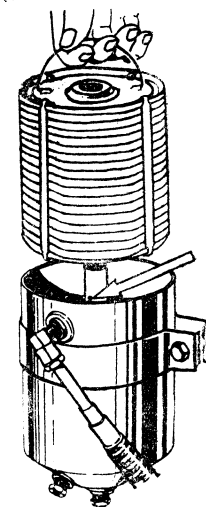

Рис. 12 Смена фильтрующего элемента.
2. Отверните сливную пробку в корпусе фильтра тонкой очистки масла и слейте из него масло. Промойте корпус самого фильтра. Очистите боковое отверстие центральной трубки для стока масла в картер (отверстие показано стрелкой на рис. 12). Заверните сливную пробку.